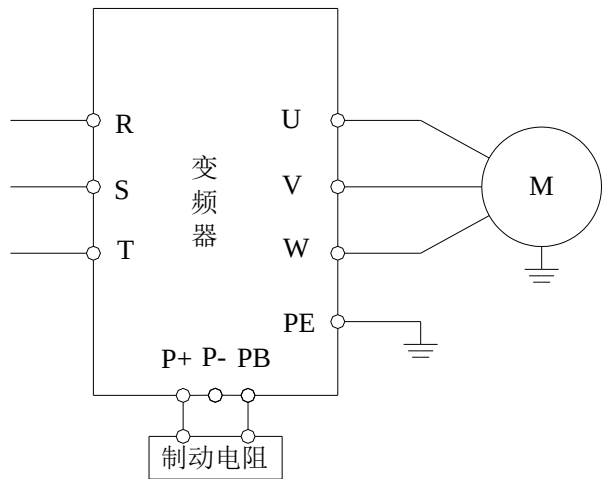

图 A-1 变频器与制动组件连线图
0.75~15KW 系列变频器内含制动单元，如有能耗制动要求，请按表 A-1 选配制动单元和电阻，18.5KW 以上需接制动单元。制动电阻的连线安装如图 A-1 所示。